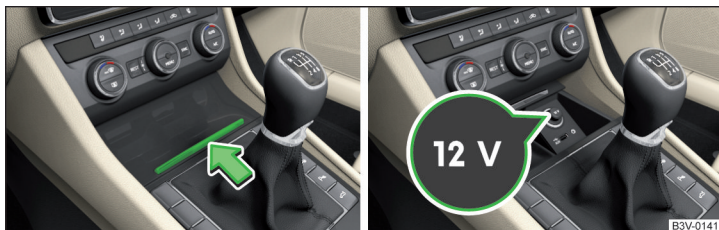

Abb. 106 Ablagefach öffnen / Abdeckung der 12-Volt-Steckdose
- Das Ablagefach durch Drücken auf die Deckelkante in Pfeilrichtung öffnen » Abb. 106.